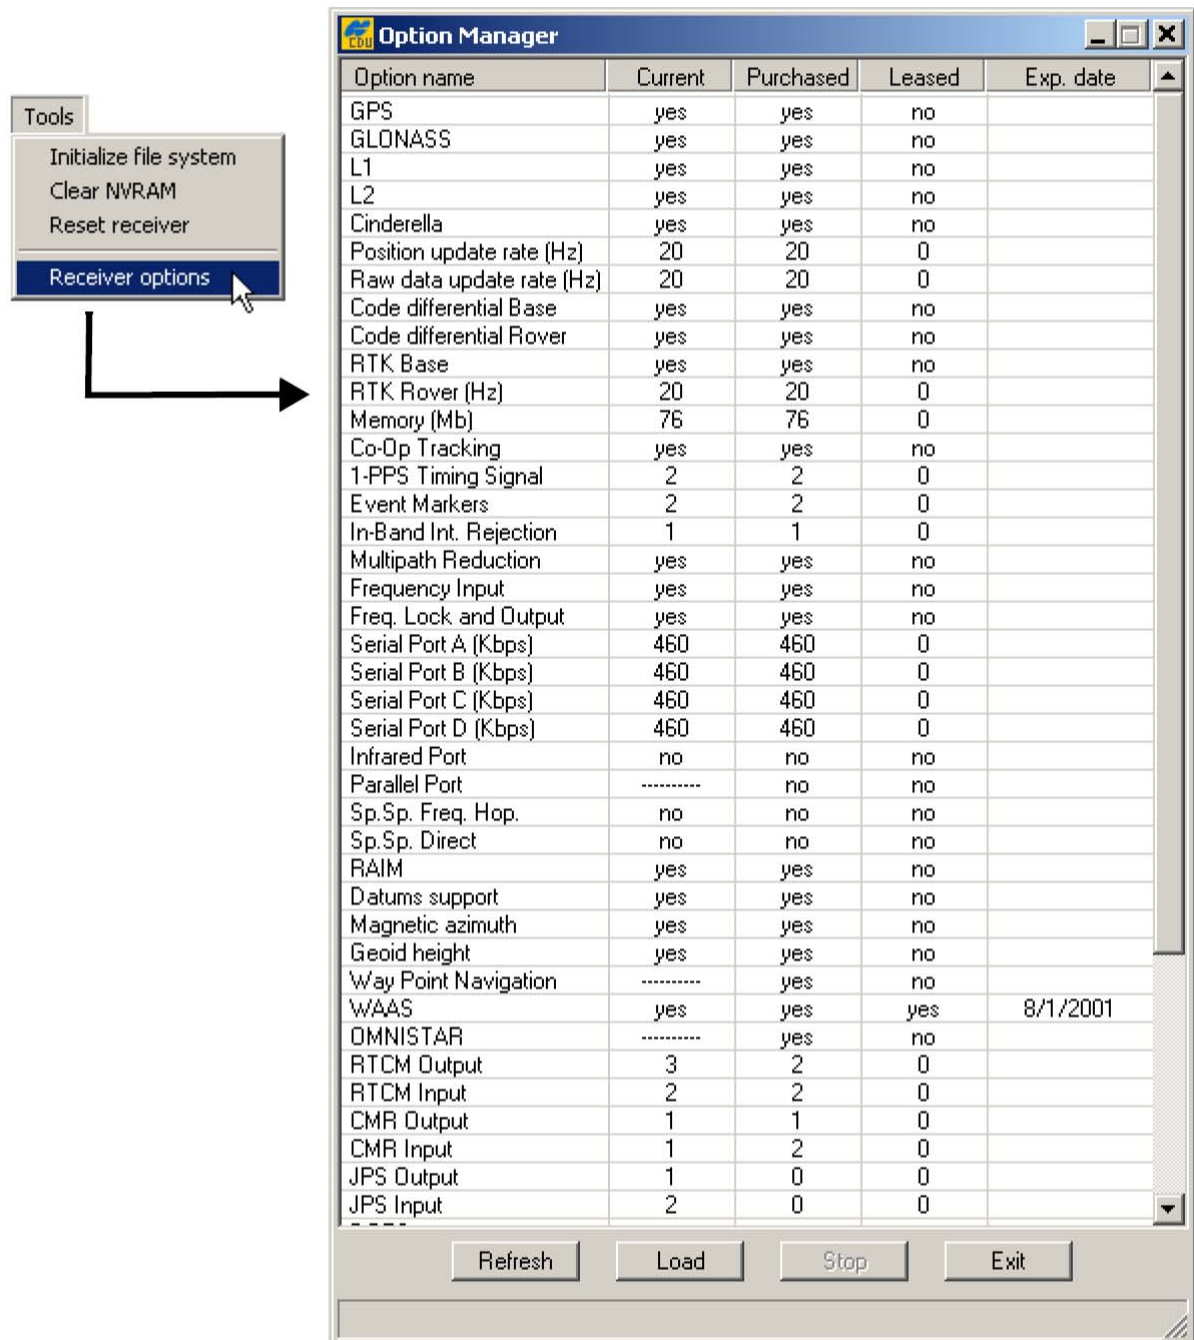

Рисунок 5-15. Окно *Option Manager* (Управление опциями)
2. Выберите пункт меню **Tools > Receiver Options (Инструменты > Опции приемника)**. В диалоговом окне **Option Manager (Управление опциями)** (см. рис. 5-15 на стр. 5-11), содержится следующая информация:
2. Щелкните на кнопке *Load (Загрузить)*, расположенной в нижней части диалогового окна **Options Manager (Управление опциями)**, см. рис. 5-15 на стр. 5-11.